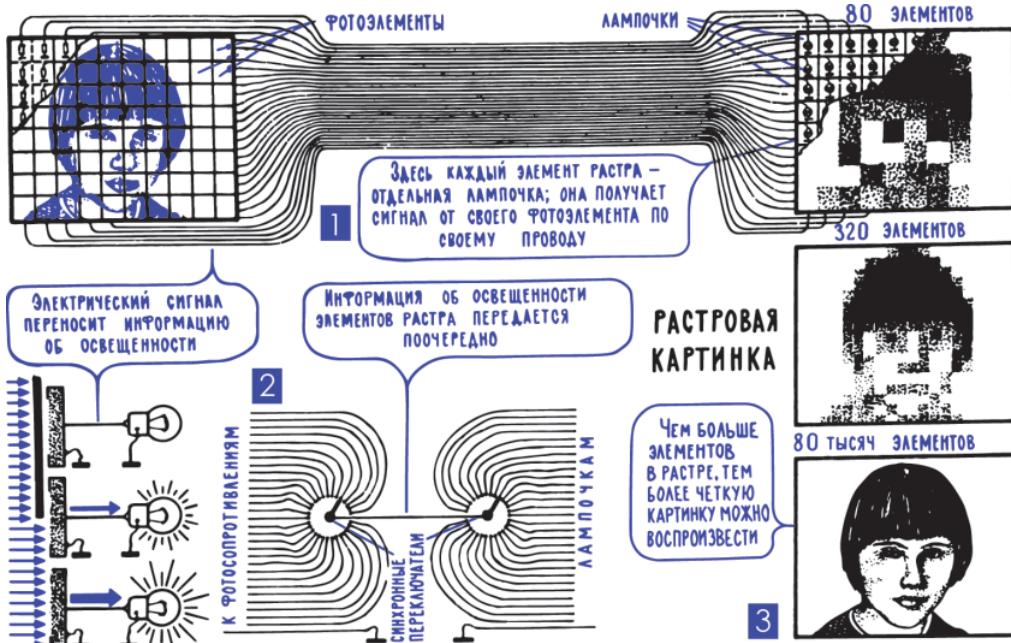
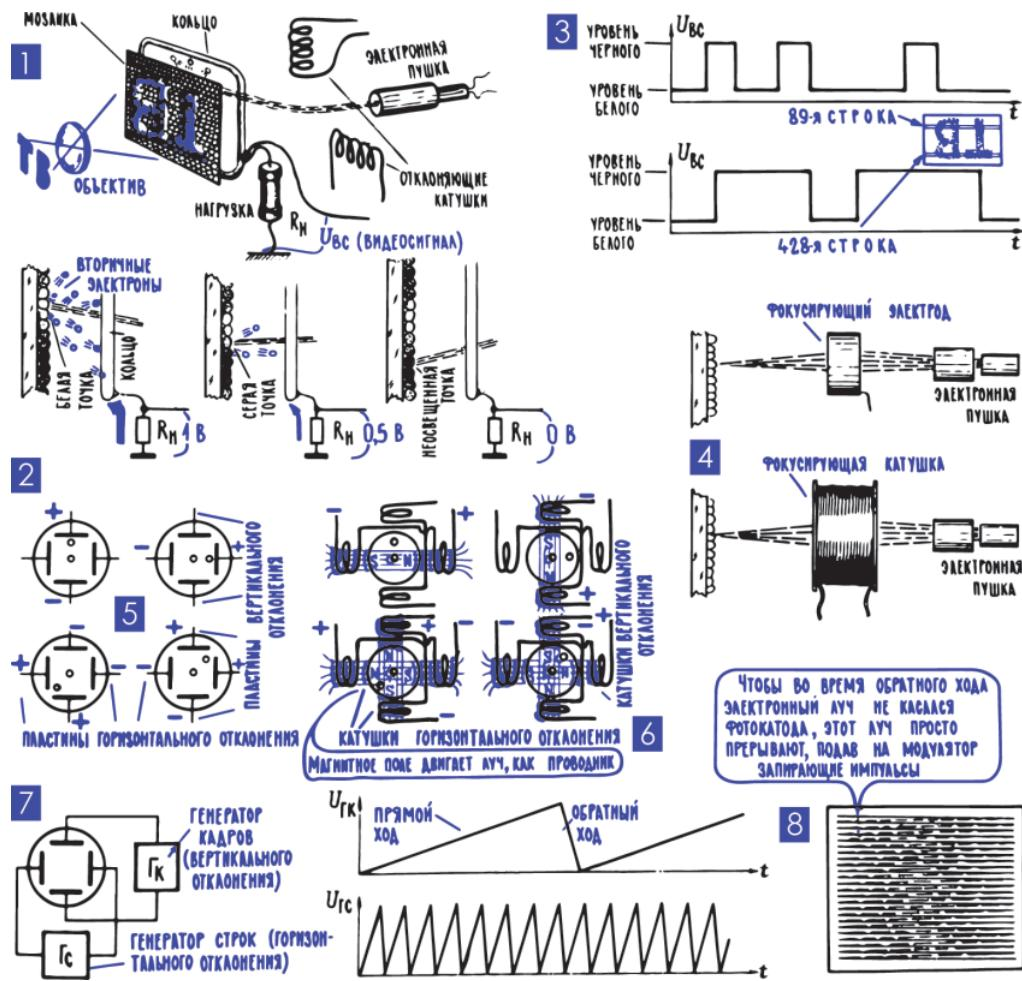

Рис. 13.6. Передача картинки с помощью электрического сигнала
Рис. 13.7. Простейшая передающая телевизионная трубка – иконоскоп
*9. Любую картинку можно представить как набор точек с различной яркостью.* Любую картинку, которую мы видим, можно представить себе как сложную мозаику из мельчайших светящихся точек, как некоторое количество отдельных источников света различной яркости, определенным образом расположенных в пространстве (рис. 13.6). И передать такую картинку на большое расстояние – это значит в месте приема заставить светиться такое же количество светоизлучателей с таким же точно расположением в пространстве и с такой же яркостью, как это было у самой передаваемой картинки. Забудем пока о цвете и объеме, попробуем в мысленном эксперименте создать систему передачи плоской черно-белой (точнее, одноцветной, монохромной) картинки.
Одно из решений задачи – система из светочувствительного экрана с большим числом фотоэлементов и светоизлучающего экрана с большим числом источников света, например лампочек (рис. 13.6; 1). Фотоэлементы и лампочки в строгом порядке расположены на своих экранах и соединены между собой попарно: каждая точка светочувствительного экрана соединена с точно такой по месту расположения точкой светоизлучающего экрана. Поэтому по каждой линии связи в виде электрического сигнала передается информация о яркости одной из точек картинки. А все комплекты фотоэлемент – линия связи – лампочка воссоздают на светоизлучающем экране точечную копию картинки, изображение, сотканное из отдельных светящихся точек, или, иначе, растровое изображение (в оптике растром называют решетку, разбивающую картинку на элементы).
Растровая копия истинной картинки будет тем точнее, тем четче, чем больше элементов в растре (рис. 13.6; 3). Человеческий глаз может видеть очень мелкие детали картинки, и чтобы ее копию сделать неотличимой от сложного и четкого оригинала, нужно было бы иметь растр из десятков миллионов точек.
**10. Разворотка изображения: элементы картинки передаются по-очередно по одному каналу связи.** В современных системах передачи изображения, таких как телевидение или фототелеграф, картинка передается по одной линии связи. Сама идея передачи картинки по одному проводу чрезвычайно проста: информация о яркости элементов изображения передается поочередно – сначала на приемном экране воссоздается яркость одной точки, затем другой, потом третьей и т. д. (рис. 13.6; 2). Для этого на передающей и на приемной сторонах имеются переключатели, коммутаторы, которые подключают к линии связи сначала одну пару фотоэлемент–лампочка, затем другую, потом третью, четвертую, пятую... В итоге в линию идет серия электрических сигналов, и каждый из них несет информацию о яркости одной из точек картинки. Чтобы такая система работала четко, необходимо выполнить два условия.
**11. Передающая телевизионная трубка: большое количество фотодиодов, поочередно включаемых электронным лучом.** На рис. 13.7; 1 очень упрощенно показано устройство одной из разновидностей передающей телевизионной трубы – иконоскопа. Ее основа – мозаичный фотокатод, пластина, покрытая мельчайшими светочувствительными серебряно-цезиевыми крупинками, каждая из которых фактически представляет собой микроскопический фотоэлемент. Картина, которую нужно превратить в серию электрических сигналов, с помощью объектива проектируется на светочувствительную мозаику фотокатода. При этом каждая крупинка-фотоэлемент получает свою порцию света и, как полагается фотоэлементу, создает свою электродвижущую силу, пропорциональную освещенности: чем больше света падает на крупинку-фотоэлемент, тем большую ЭДС она вырабатывает. В итоге на фотокатоде создается невидимая электрическая картина, повторяющая картину световую. И острый электронный луч, двигаясь по фотокатоду от одной его точки к другой, прочерчивает всю эту электрическую картину и поочередно подключает крупинки-фотоэлементы к нагрузке. А значит, по мере движения луча по резистору нагрузки  $R_n$  идет ток, в котором отражена освещенность той или иной точки фотокатода. То есть по мере движения электронного луча происходит развертка изображения, по нагрузке идут серии электрических сигналов. Последовательно, точку за точкой они описывают на электрическом языке картинку, которую нужно передать (рис. 13.6; 2).
Следующий цикл обработки электронного потока – фокусировка, собирание электронов в узкий луч, который сходится в точку на самом светочувствительном экране. Фокусировка бывает электростатическая и магнитная. В первом случае используется то, что электрон обладает отрицательным зарядом и его можно смещать в пространстве, действуя электрическим полем – «плюс» подтягивает электроны к себе, «минус» их отталкивает. Для электростатической фокусировки в трубку вводится еще один фокусирующий электрод (рис. 13.7; 4). На него подается некоторое постоянное напряжение, и оно вместе с напряжениями на других электродах так отклоняет движущиеся электроны, чтобы луч сфокусировался, сжался в точку в самой плоскости фотокатода.
В системах магнитной фокусировки используется то, что движущийся заряд обладает магнитным полем (гл. 5: 1), а значит, на него можно влиять внешним магнитным полем. Фокусирующая катушка расположена снаружи трубы, она изгибает траекторию электронов совсем не так, как фокусирующий электрод, но конечный результат получается таким же (рис. 13.7; 4). Точную фокусировку можно получить, меняя внешнее магнитное поле, то есть меняя ток в фокусирующей катушке.
Следующая операция – отклонение луча в пространстве, она также осуществляется с помощью электрических или магнитных полей. В телевизионных системах производится построчная развертка изображения; луч строку за строкой прорисовывает экран в горизонтальном направлении, постепенно смещаясь вниз. Чтобы перемещать электронный луч, достаточно иметь две системы отклонения – горизонтальную и вертикальную (рис. 13.7; 5, 6). Первую из них называют строчной разверткой, вторую – кадровой разверткой. В трубках с электростатическим отклонением имеются две пары пластин (рис. 13.7; 5); меняя напряжение, которое к ним прикладывается, можно перемещать луч вверх-вниз и влево-вправо. Точно так же магнитное отклонение луча осуществляется расположенными вне трубы отклоняющими катушками (рис. 13.7; 6): меняя в них ток, меняют и магнитное поле, отклоняющее электронный луч (см. рис. 5.6).
*13. Генераторы кадровой и строчной развертки дают пилообразные напряжения разной частоты.* Для отклонения луча в комплекте с трубкой согласованно работают два генератора – кадровый и строчный. Первый из них дает меняющееся напряжение, которое сравнительно медленно сдвигает луч сверху вниз, второй дает меняющееся напряжение, которое заставляет луч сравнительно быстро двигаться справа налево, прорисовывать строку за строкой. Чтобы луч двигался равномерно и всем точкам фотокатода уделял одинаковое внимание, задерживался на каждой из них одно и то же время, нужно, чтобы к отклоняющим пластинам подводилось пилообразное, то есть равномерно нарастающее, напряжение (рис. 13.7; 7).
**14. Приемная трубка (кинескоп):** электронный луч, пробегая по люминофорному экрану, создает в разных точках свечение различной яркости. Иконоскоп в принципе не изменил нашу первую систему преобразования световой картинки в электрические сигналы (рис. 13.6; 2); и в том, и в другом случае использовался один и тот же физический процесс, просто фотоэлементы перестали быть самостоятельными деталями, а превратились в мельчайшие светочувствительные точки на фотокатоде. Что же касается приемного светоизлучающего экрана, то здесь не отделаешься простым уменьшением лампочек накаливания.
*16. С увеличением числа строк возрастает четкость картинки, однако одновременно сильно расширяется спектр телевизионного сигнала.* Тот факт, что четкость изображения зависит от числа строк, не требует, по-видимому, особых пояснений: чем больше строк прорисовывает луч в иконоскопе, а значит, и в кинескопе, тем тоньше каждая строка и тем более мелкие детали картинки могут быть переданы (рис. 13.6). В разных странах существуют разные телевизионные стандарты, выбрано разное число строк телевизионного растра. В Великобритании, например, 405 строк, в США и Канаде – 525 строк, во Франции – 819 строк. В Советском Союзе, Венгрии, Польше, ГДР, Чехословакии, Болгарии и многих других странах стандартом установлено разделение кадра на 625 строк.